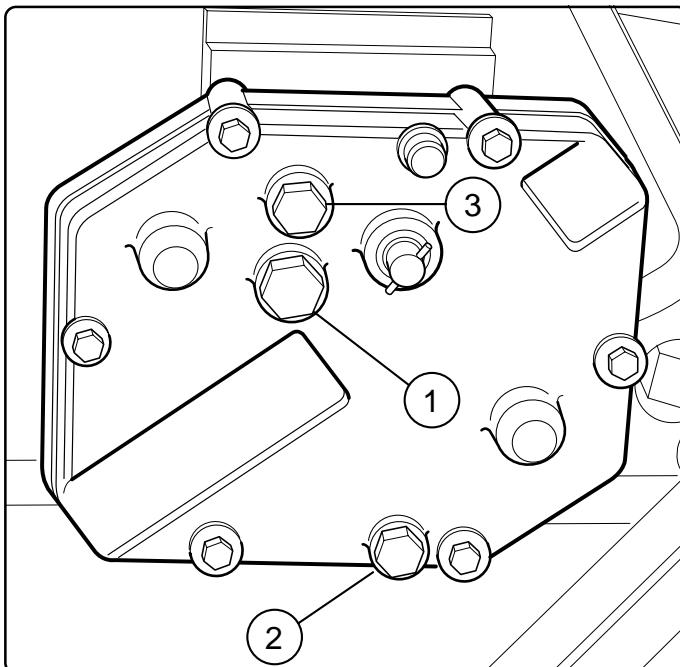

Fig. 40
- Verificar el nivel del aceite en la caja del cambio, eventualmente restablecerlo hasta alcanzar el nivel (1 Fig. 40); al efectuar el restablecimiento, tener cuidado de utilizar el mismo tipo de aceite (ACER 22).
2 Fig. 40 = Tapón de desague aceite
3 Fig. 40 = Tapón de carga aceite